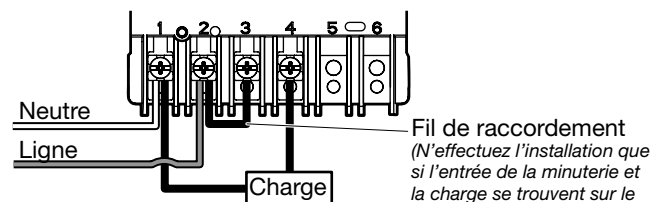

FIG. 5 Isolant en plastique et bornes de fil
3. Insérez les extrémités du câble sous les plaques à bornes appropriées et serrez fermement les vis. Voir la FIG. 5.